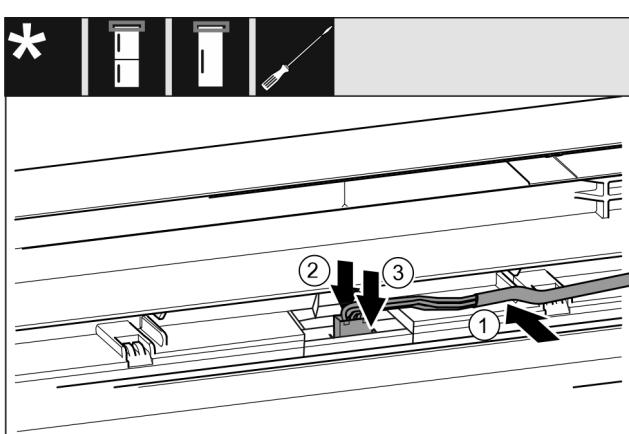

Fig. 45 制冷/冷冻组合/冰柜/冰箱\*
- ▶ 将电缆 Fig. 45 (1) 置入上方冰箱门的导向装置。\*
- ▶ 将止动凸缘 Fig. 45 (2)向后按住。\*
- ▶ 插入插头 Fig. 45 (3)。\*